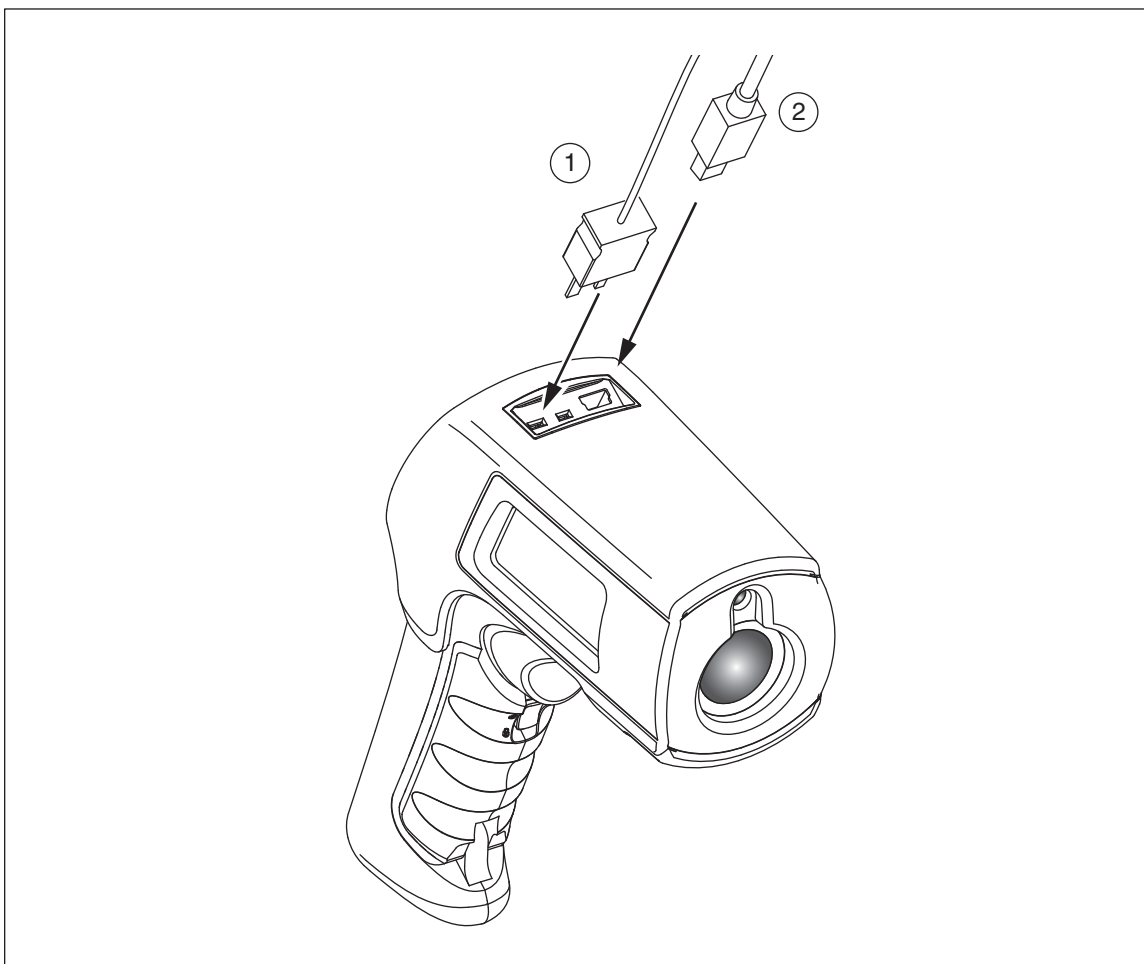

Рисунок 7. Термометр и разъемы USB
Данные, сохраненные в термометре 568, можно загрузить на персональный компьютер (ПК) с помощью входящего в комплект кабеля USB и также входящего в комплект ПО FlukeView® Forms Documenting Software. Более подробное описание приведено в документации lukeView® Forms. Вход USB ② расположен сверху термометра рядом со входом внешнего зонда ① (см. рисунок 7).
Термометр поставляется с бусинковым зондом термопары типа К. Зонды подключаются к термометрам через разъем зонда, расположенный сверху термометра (см. рисунок 7).